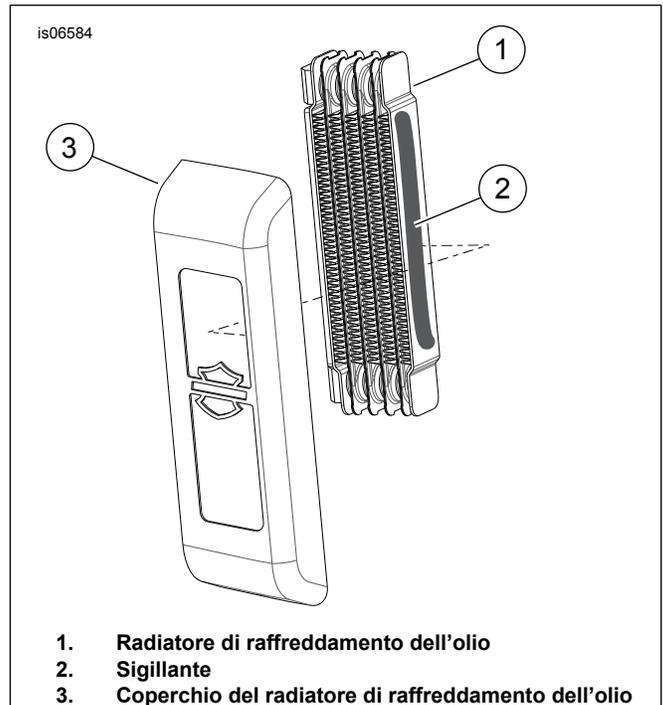

Figura 1. Fissaggio del coperchio al radiatore di raffreddamento dell'olio
2. Vedere Figura 1. Applicare abbondantemente del sigillante ad alte prestazioni grigio alla superficie piatta di sinistra del radiatore di raffreddamento dell'olio ed installare il coperchio del radiatore di raffreddamento dell'olio premendolo nel sigillante.